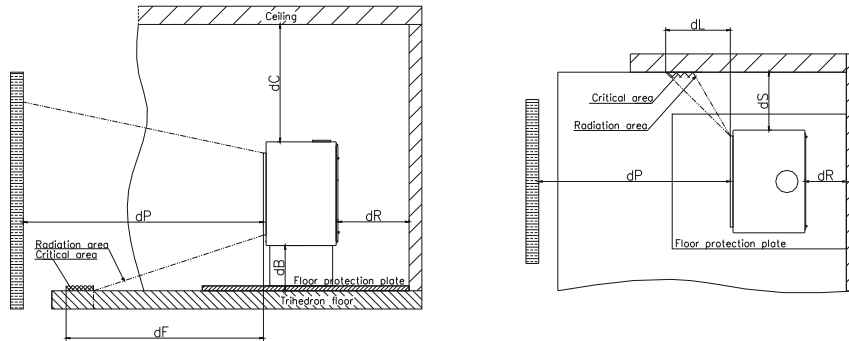

Abbildung 1
- Der Boden, auf dem der Holzofen steht, muss eben und waagrecht sein und aus nicht brennbaren Materialien (Mosaik, Marmor, Terrakotta usw.) bestehen. Ist der Boden nicht hitzebeständig (Teppichboden, Linoleum o. Ä.), ist eine stabile, nicht brennbare Plattform aus Stahl, Glas oder Steinplatten zu verwenden. Der Ofen darf nur an nicht brennbaren Wänden montiert werden. Bei Vorhandensein brennbarer Materialien und Konstruktionen müssen die in Tabelle 1 (Abb. 1) angegebenen Sicherheitsabstände eingehalten werden.